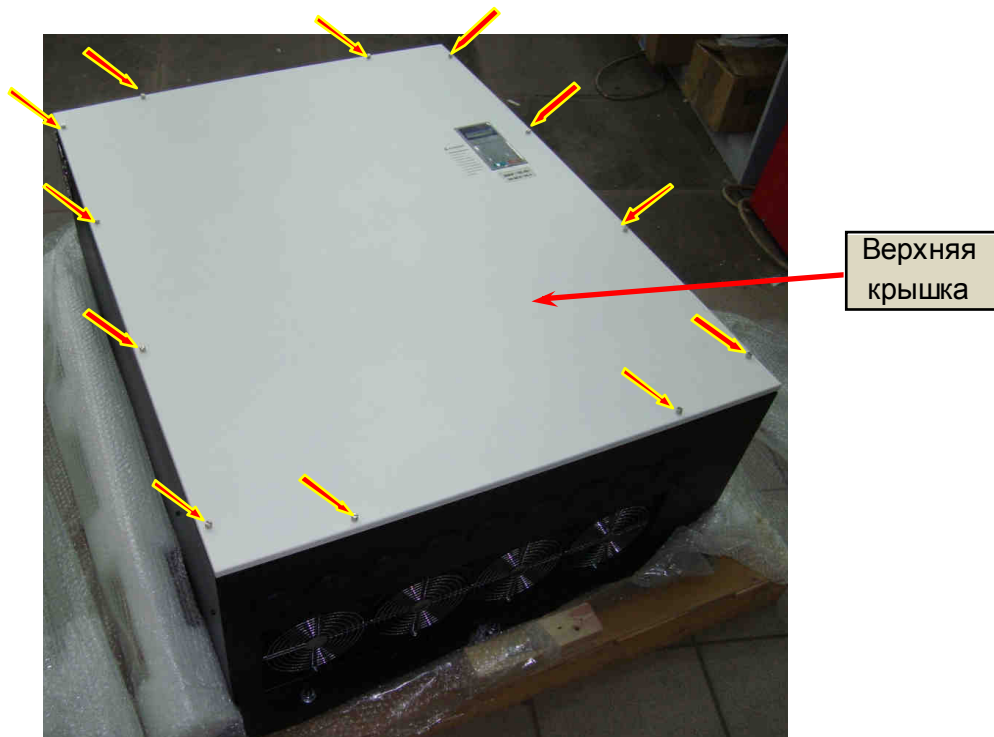

Рис. 7.40.
7.19.1. Установить верхнюю крышку, вкрутив 12 винтов крепления. Затянуть без инструмента (рис. 7.40).